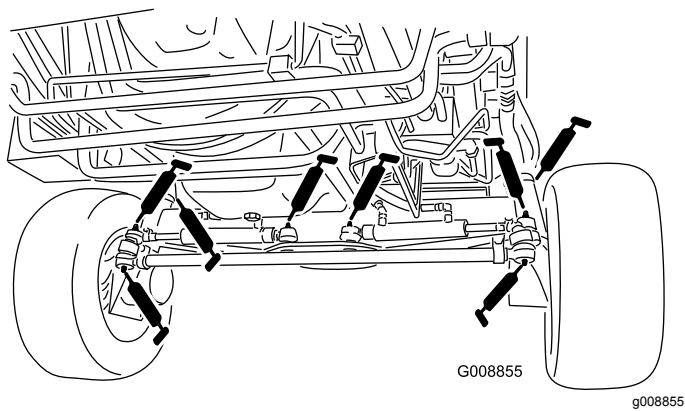

Bild 78
- 4 Lenkzylinder-Kugelgelenke (Bild 78)
- 2 Spurstangen-Kugelgelenke (Bild 78)
- 2 Achsschenkelbüchsen (Bild 78)